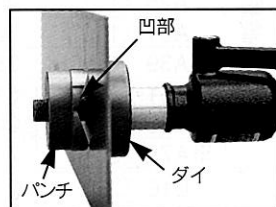

図4
4. 出戻切換バルブを「出ル」の方向へ回した後、加圧ハンドルを操作し、パンチの刃の凹部が被加工物を貫通するまで加圧してください。（板厚、材質、穴径によっては“パチン”という貫通音を発します。（図4）